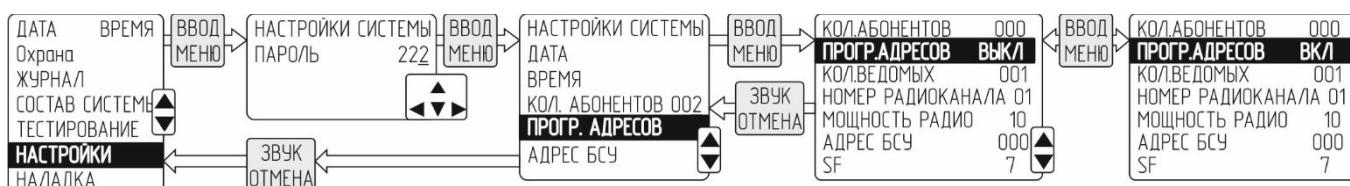

Рисунок 26 – Включение режима программирования адресов
- к) кнопками ▲ и ▼ перейти к пункту «Прог.адресов», нажать кнопку «Ввод», надпись «ВЫКЛ» должна смениться на «ВКЛ» (см. рисунок 26).